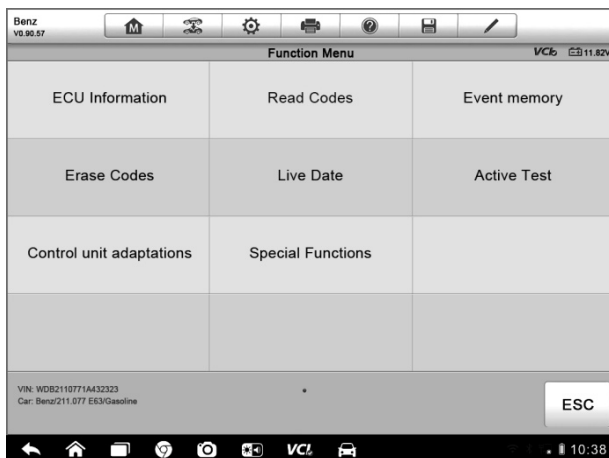

Figure 4-9 Exemple de fonction Écran de menu
- Appuyez sur ,> Onglet le bouton à droite de l'élément du système sur lequel vous voulez effectuer un diagnostic approfondi et d'autres activités de test. La fonction écran de menu (*Figure 4-9*) s'affiche ensuite